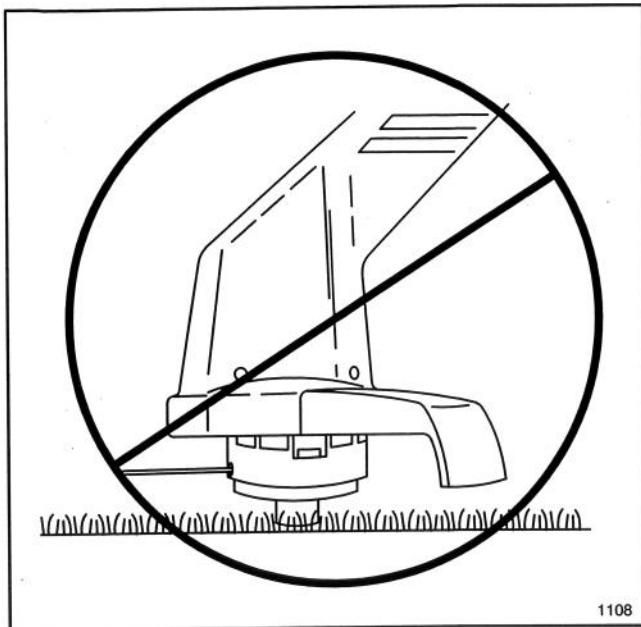

Figure 16
8. Ne jamais traîner la bobine du taille-bordures sur le sol pendant la taille (Fig. 16). Ceci provoquerait une surcharge du moteur et une usure de la bobine.